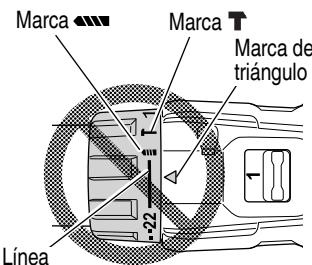

Fig. 15
- No usar con el dial del embrague en el número "22" y la línea en el medio de la marca de taladro "■■■". Si lo hiciera, se podrían producir daños. (Consulte la Fig. 15)